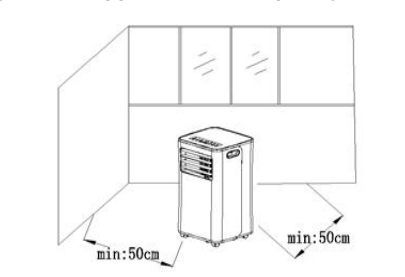

Bild 4
- 1) Flytta maskinen med installerat värmerör och fästen framför fönstret, och håll ett avstånd mellan höljet och väggarna eller övriga objekt på minst 50 cm (se bild 4).